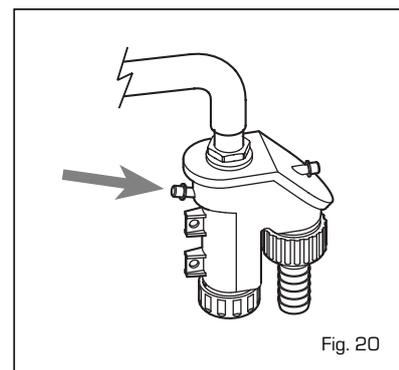

Fig. 20
### 4.5 MANUTENZIONE (fig. 20)
**Durante le operazioni di manutenzione è necessario che il Servizio Tecnico Autorizzato controlli che il gocciolatoio sifonato sia pieno d'acqua (verifica necessaria soprattutto quando il generatore rimane inutilizzato per un lungo periodo). L'eventuale riempimento si effettua dall'apposito imbocco (fig. 20).**